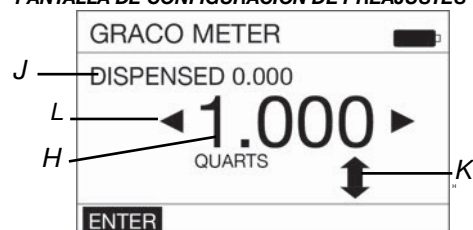

Fig. 31
2. Si no se resalta ACTIVAR (A), use el botón de flecha IZQUIERDA o DERECHA del teclado para resaltar dicha función (FIG. 31); a continuación, pulse el botón INTRO del teclado para seleccionarla.
- Preajuste (PRESET): permite aumentar, reducir o cambiar por completo la cantidad de fluido del PREAJUSTE seleccionado. Aparecerá la pantalla que se muestra en la FIG. 31. Consulte el comando de función (C)/PREJUSTE, página 18, para obtener instrucciones sobre cómo cambiar el PREAJUSTE)
- Restablecer (RESET): pone otra vez a 0,000 el contador de fluido dosificado (D).